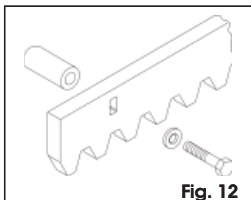

Fig. 12
5.4.2. STEEL RACK TO SCREW (Fig. 12)